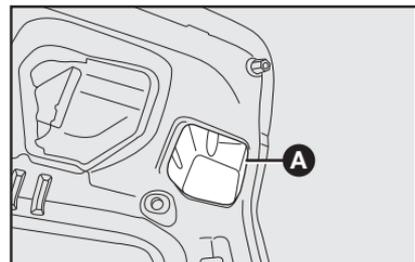

fig. 45
1) utilizando una llave phillips, quite la tapa **A-fig. 45** en la parte interna de la tapa del compartimiento de equipajes.